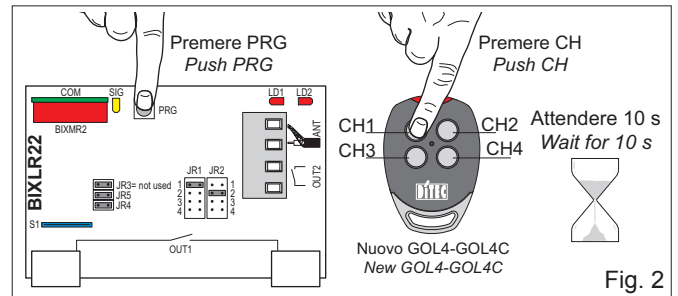

Fig. 2
4. MEMORISATION GOL4-GOL4C (fig. 2)
4. SPEICHERUNG GOL4-GOL4C (Abb. 2)